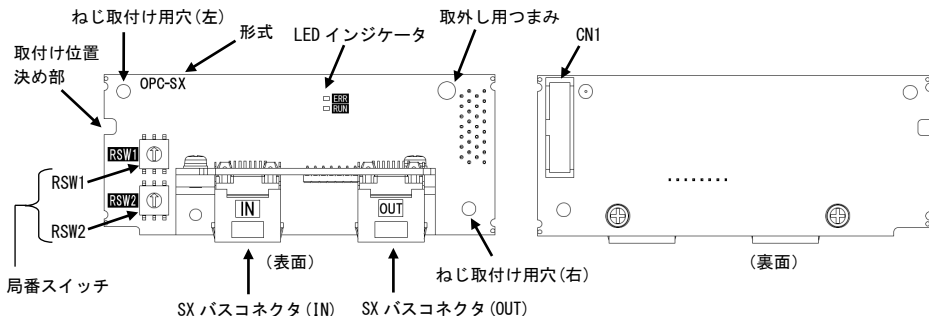
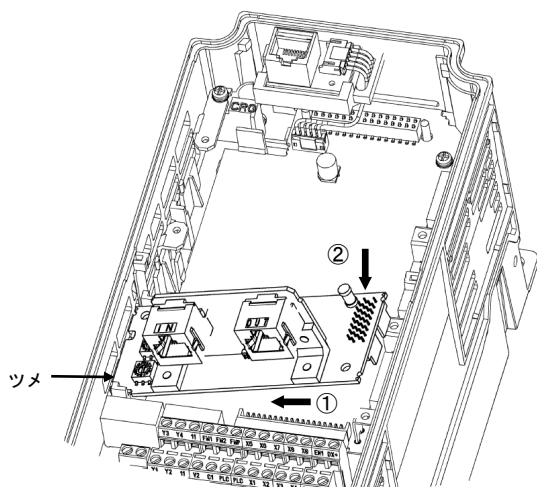
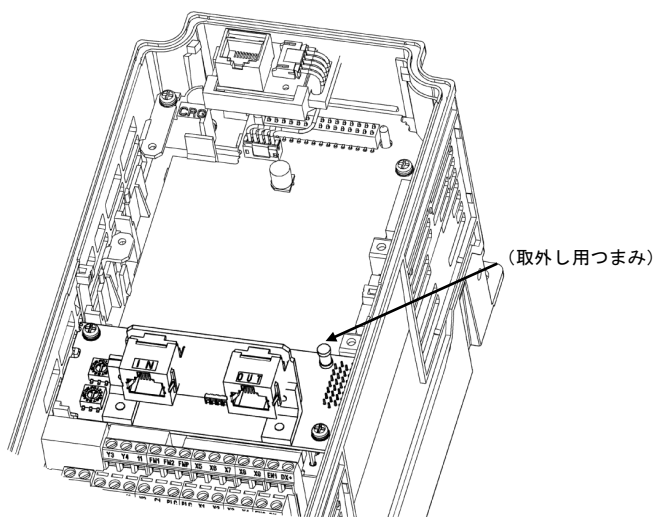

図 2.1 SX バス通信カードの各部の名称
図 3.2 通信カードの取付け
図 3.3 取付け完了
- (1) 通信カード、ねじ(M3×8:2本)、取扱説明書(本書)が入っていることを確認してください。
- (2) 通信カード上の部品の異常、凹み、反りなど輸送時での破損がないことを確認してください。
- (3) 通信カード上に形式「OPC-SX」が印刷されていることを確認してください。(図 2.1参照)
SX バス通信カードの各部の名称を図 2.1 に示します。
- (2) 通信カードの裏面 (図 2.1) の CN1 を、インバータ本体の制御プリント基板の A-port (CN4) へ差し込み、付属ねじで固定してください。(図 3.3)
注意 通信カードの取付け位置決め部 (図 2.1) がツメ (図 3.2 ①) にセットされ、CN1 (図 3.2 ②) が確実に差し込まれていることを確認してください。図 3.3 は取付け完了を示します。
- (3) 通信カードの配線を行います。
通信カードを取り外す際は、ねじを2ヶ所外し、取外し用つまみ（図 3.3を参照）を引っばって取り外してください。